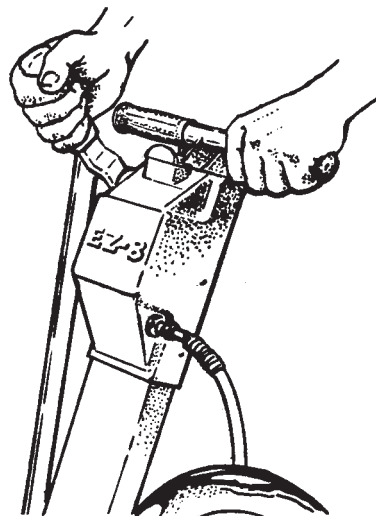

Figure 1
1. Abaisser le tambour de ponçage avec le levier de commande. Voir Figure 1.